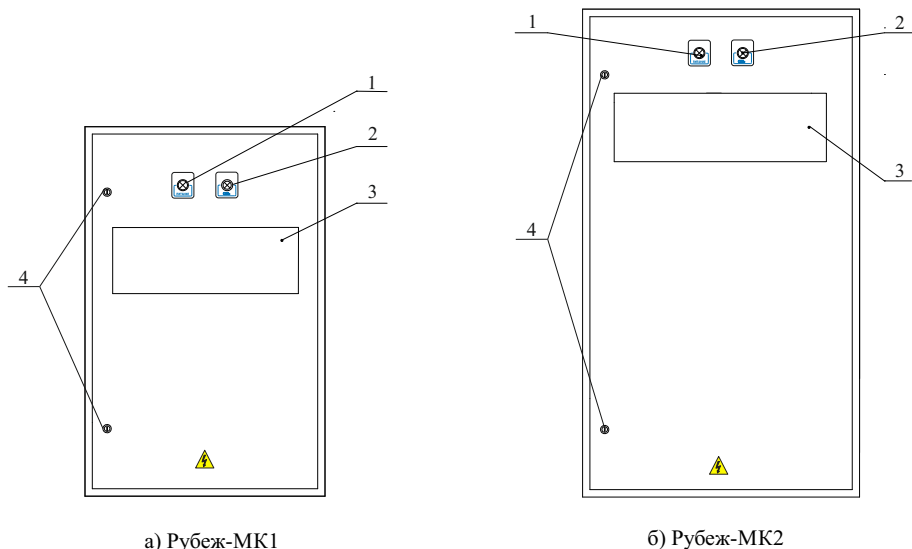

Рисунок 3 – Внешний вид МК
- 5.2 На лицевой стороне Рубеж-МК расположены (рисунок 3):